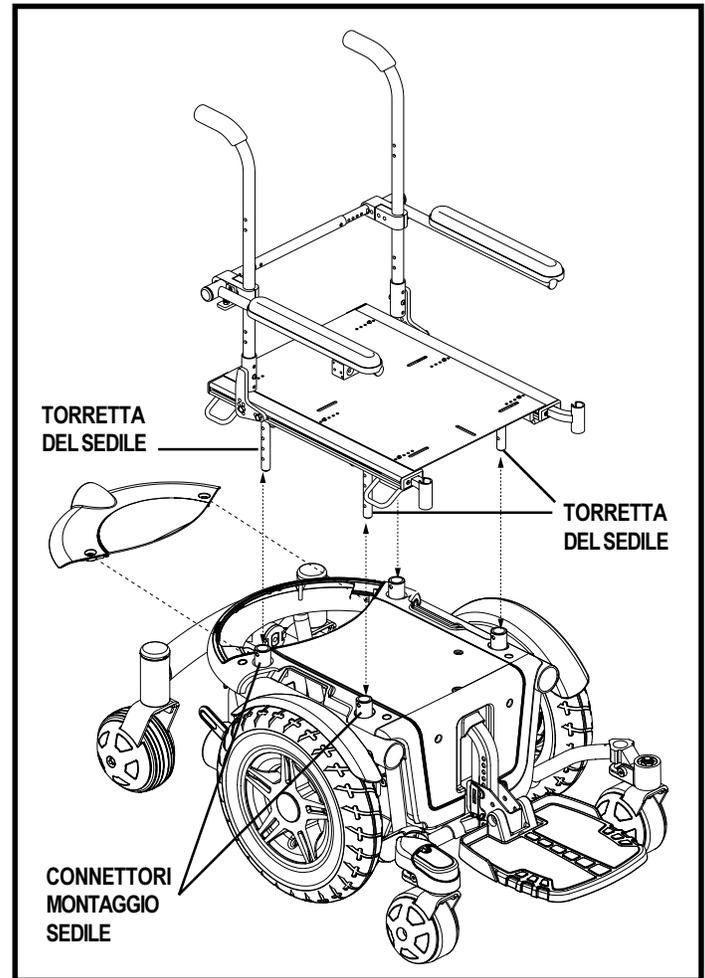

Figura 11. Installazione del sedile (Sedile Synergy illustrato)
Prima dell'uso iniziale o dopo il trasporto della carrozzina, può essere necessario installare il sedile. Il Quantum 600 utilizza morsetti di fissaggio, torrette sedile e connettori di montaggio del sedile per collegare il sedile alla base elettrica. Vedere figura 11.
1. Posizionare il sedile direttamente sopra la base di alimentazione in modo che le torrette del sedile siano allineate con i connettori appositi. Vedere figura 11.
1. Rimuovere i quattro (4) morsetti di fissaggio che collegano il sedile alla base elettrica.
3. Sollevare il sedile. Vedere la figura 11. Può essere necessario muovere il sedile dolcemente da un lato all'altro per liberare le torrette dai connettori di montaggio del sedile.